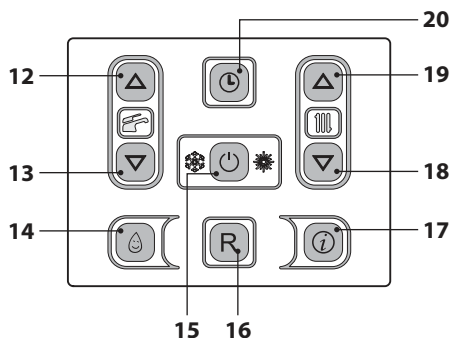
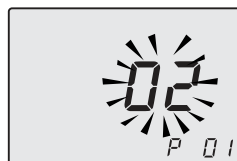

Figura 9.1
Figura 9.2
- Entre en la "modalidad de programación" pulsando simultáneamente durante 10 segundos los botones 15 - 18 - 19 (Figura 9.1) hasta que aparezcan en el display LCD las letras **P01**, indicando que se ha entrado en el "parámetro 01" (Figura 9.2).
- Pulsando el botón 15 (Figura 9.1) se confirma el valor introducido.